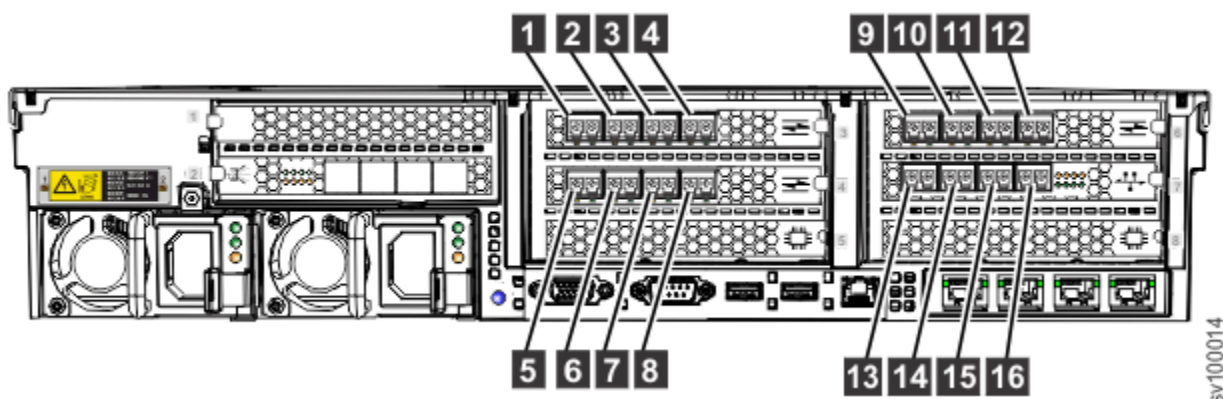

图 17. 典型配置中的光纤通道端口号
第 13 页的图 17 显示了为以太网光纤通道 (FCoE) 通信配置了 10 Gbps 光学以太网适配器时的物理光纤通道 (FC) 端口号。